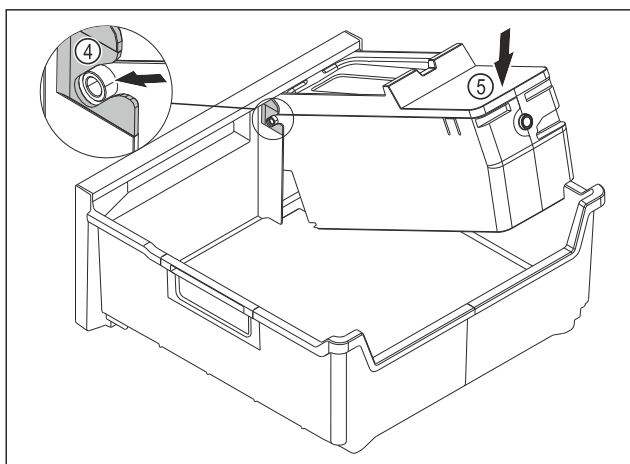

Fig. 135
- ▶ Смонтируйте корпус EasyTwist-Ice: Вставьте оси корпуса EasyTwist-Ice в направляющие Fig. 135 (4).
- ▶ Вдавите корпус EasyTwist-Ice Fig. 135 (5) вниз.